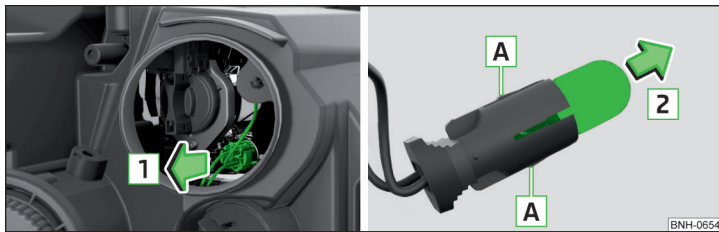

Fig. 271 Înlocuirea becului luminii de poziție
- › Scoateți dulia împreună cu becul, prin mișcări pendulatorii, în sensul săgeții **1** » fig. 271.